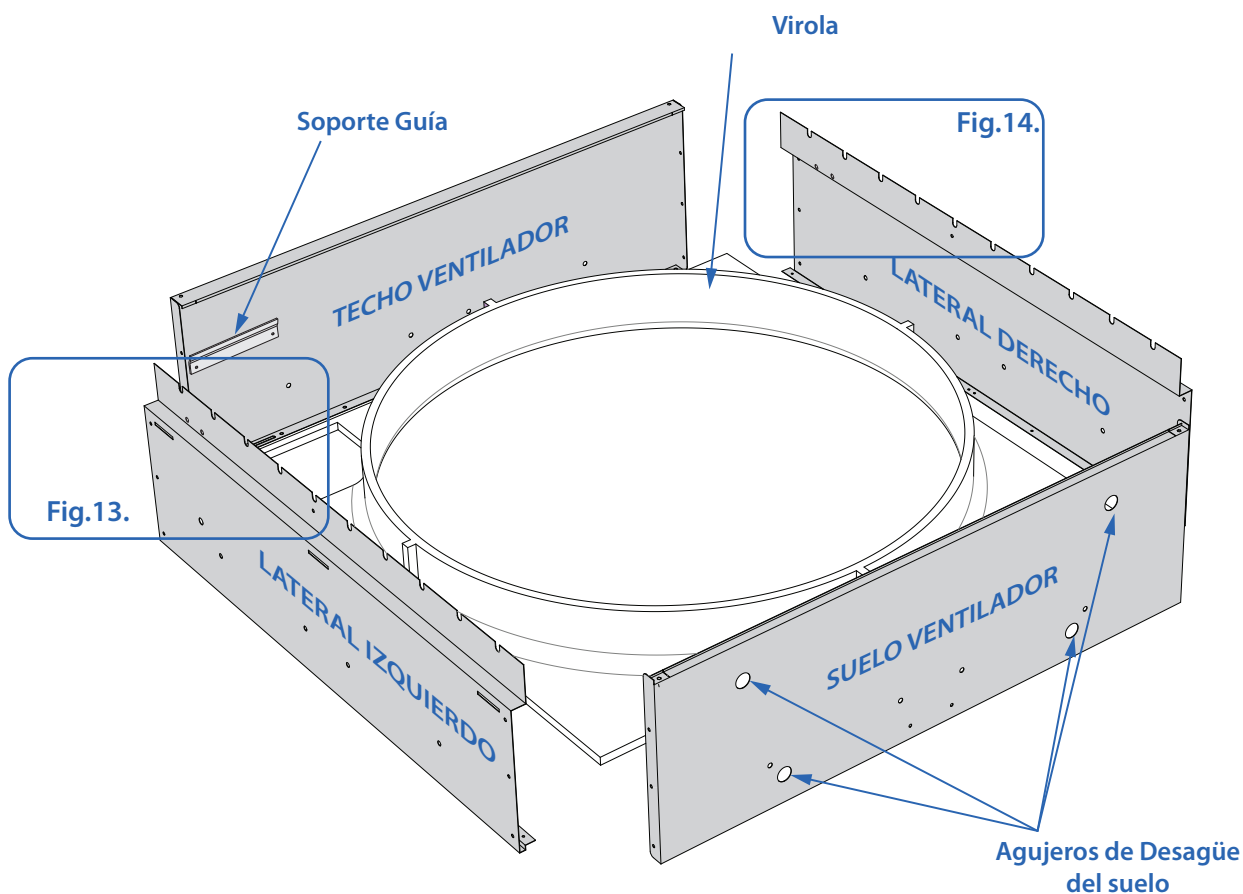

Fig. 12. Colocación del suelo, laterales y techo en relación a la virola.
Prestar especial atención a la colocación tanto del techo y suelo como a la ubicación de la virola y los laterales, ya que todos ellos tienen una posición determinada (Fig. 12).
- El techo debe ir ensamblado a la parte de la virola donde posteriormente se ubicará el motor. Fijarse en el hueco para el montaje del motor que hay en la virola (Fig.12). Identificaremos el techo gracias a que lleva ensamblado de fábrica el soporte guía.
- No confundir techo y suelo. Para identificarlo deben fijarse en los agujeros de desagüe que están realizados en el suelo. (Fig.12)